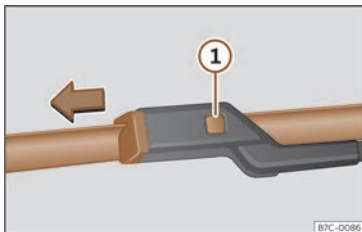

Fig. 184 Înlocuirea lamelor ștergătoarelor de parbriz
- Apăsăți și mențineți apăsat butonul de deblocare >>> fig. 184① și trageți ușor de lamă în sensul săgeții.